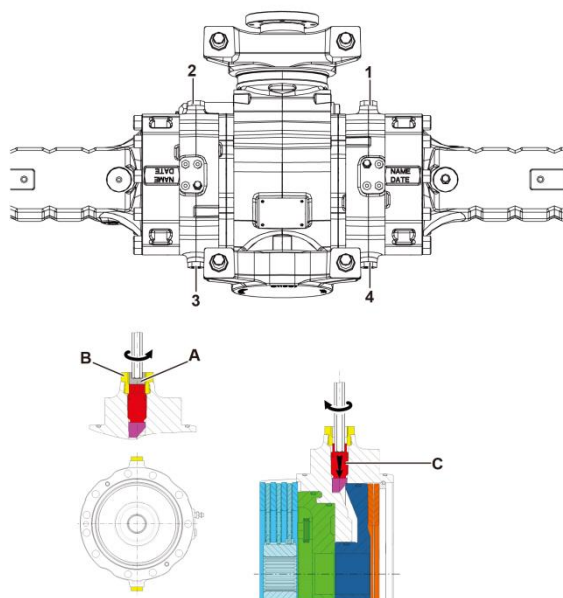

Fig. 10-1 Bremsefrigjøring
- 3) Som vist i fig. 10-1. Innvirk på forakselen på samme måte.